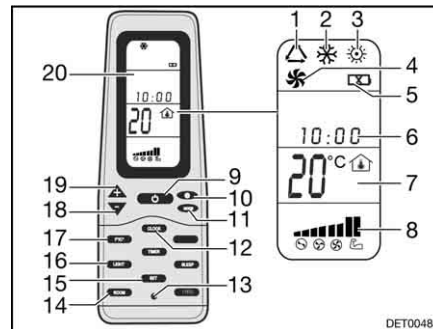

Bild 119 Fernbedienung
- Die Taste ON/OFF (Bild 119,9) drücken.
- Die Taste "Mode" (Bild 119,11) so oft drücken, bis die gewünschte Betriebsart (Bild 119,1, 2, 3 oder 4) auf dem Display (Bild 119,20) angezeigt wird.
- Mit den Tasten "+" (Bild 119,19) und "-" (Bild 119,18) die gewünschte Temperatur einstellen.
- Mit der Taste Lüftergeschwindigkeit (Bild 119,10) die gewünschte Lüfterstufe wählen.